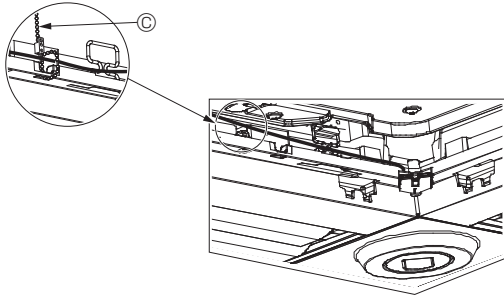

Fig. 6-13
- Sujete los cables del sensor i-See y del receptor de señales en el panel con el remache de la forma mostrada en el diagrama procurando que queden tensos, y luego corte el sobrante en el extremo del remache. (Fig. 6-13)
- Si la posición del sensor i-See ha cambiado de "o" (E) a "□" (F), cambie los ajustes de los conmutadores. (Consulte la página 11).